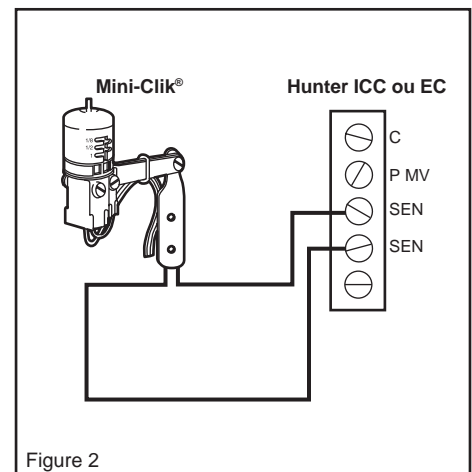

Figure 2
- Connectez un fil à une des bornes marquées « SEN » et l'autre à l'autre borne « SEN » (voir Figure 2).